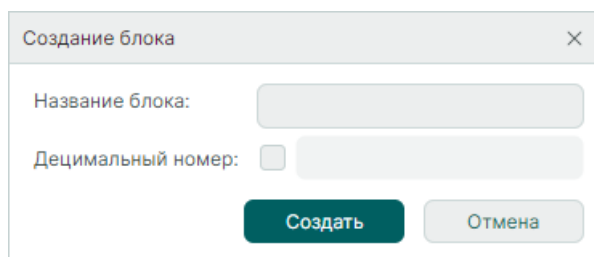

Рис. 32 Окно «Создание блока»
2. В окне «Создание блока» введите название и при необходимости установите флаг в поле «Децимальный номер», после чего введите децимальный номер, см. Рис. 32.